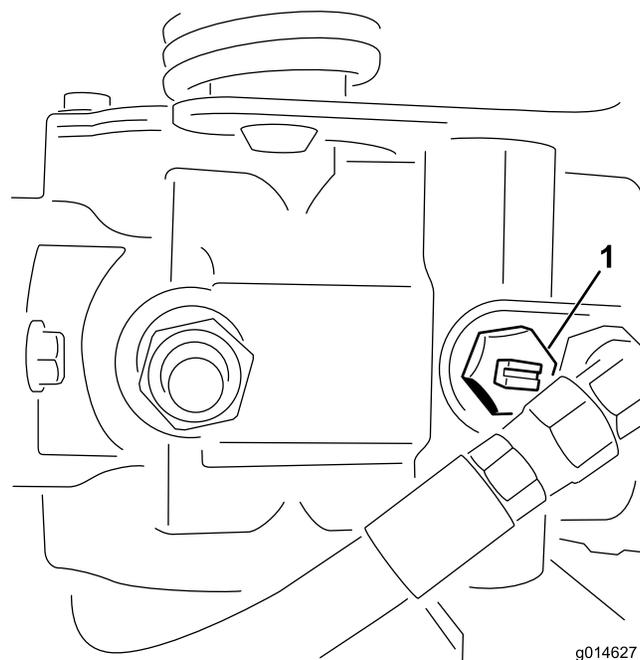

Рисунок 29
1. Найдите на насосе перепускной клапан и поверните его так, чтобы паз был вертикален (Рисунок 29).
2. Перед запуском двигателя закройте перепускной клапан, повернув его так, чтобы паз находился в горизонтальном положении (Рисунок 29).